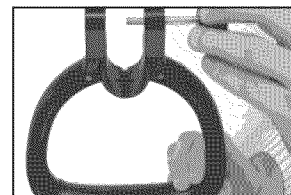

Figure 10 - Retrait du bouton et de l'écrou de la poignée
1. Retirez le bouton et l'écrou de la poignée avant (voir la Figure 10).